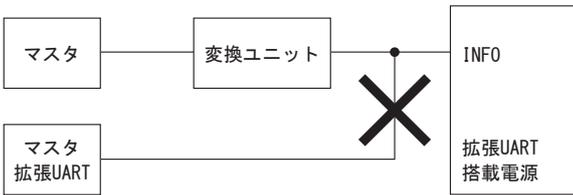

図3.8 接続の禁止例2
- 拡張UART搭載電源に変換ユニットを接続している場合、電源のINFO端子に他の拡張UART通信のマスタとなる機器を接続しないで下さい（図3.8）。通信ユニットが誤動作する可能性があります。